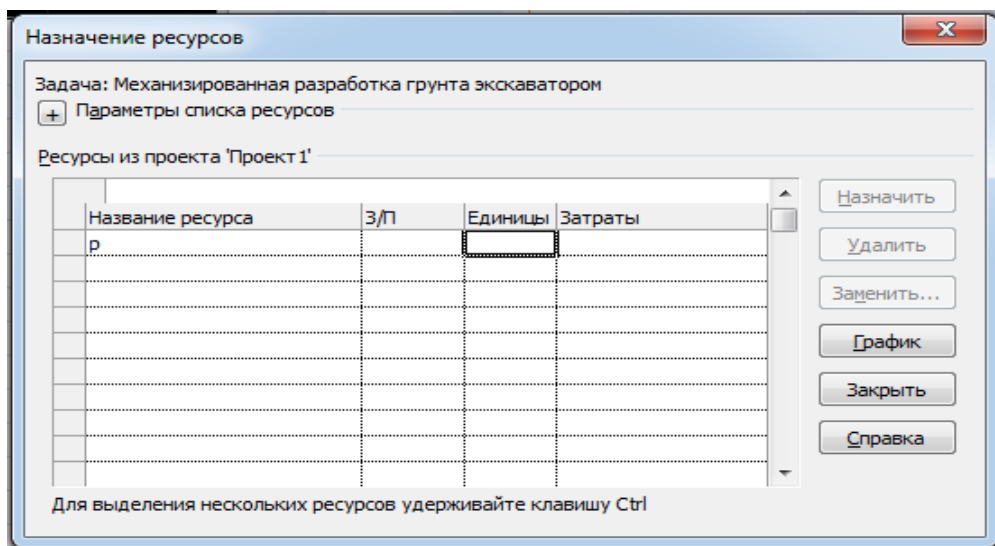

Рис.8. Диалоговое окно «Назначение ресурсов»
- В диалоговом окне **Назначение ресурсов** (рис.8) для рассматриваемой работы выбрать название ресурса «Р» и в столбце **Единицы** ввести численность рабочих по работе.